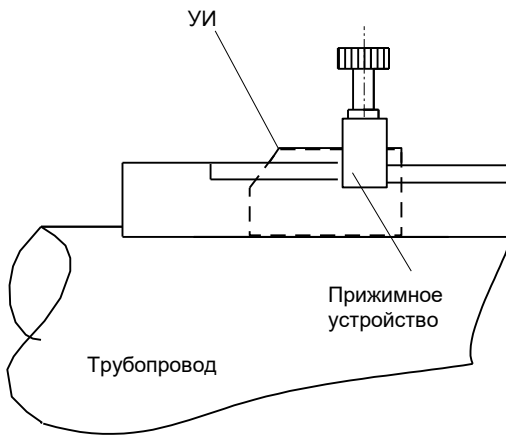

рис. 2
11.3.3. На рабочую поверхность излучателя УИ1(+V) нанести слой смазки толщиной $(0,5 \div 1,5)$ мм и вставить его в установочный профиль (стрелка на излучателе должна совпадать с направлением движения потока жидкости, и излучатель УИ1(+V) должен быть выше по течению, чем излучатель УИ2(-V)), плотно прижать рукой к предварительно зачищенной поверхности трубопровода и немного подвигать вперед-назад, чтобы раздавить слой смазки. Затем излучатель прижать к поверхности трубопровода прижимным устройством (см. рис. 2) так, чтобы верхний скос крышки был напротив риски на трубе.